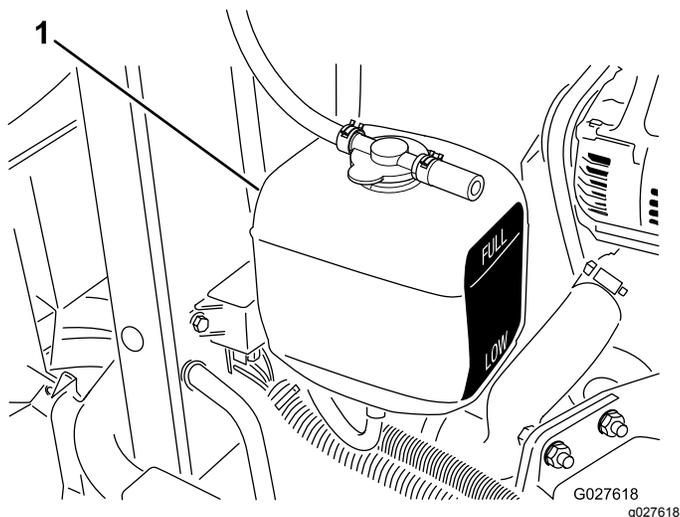

Figura 40
1. Compruebe el nivel de refrigerante del depósito de expansión (Figura 40).